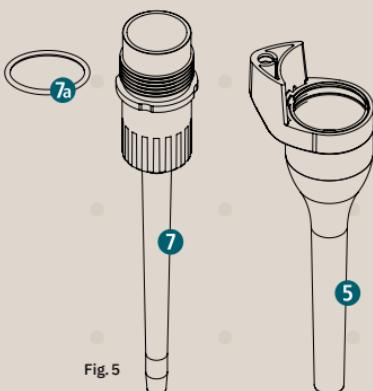

Fig. 5
- Togliere l'O-ring **7a**, la molla **8** e il pistone **9** (Fig. 5).
- Togliere l'anello di supporto **11** (solo per modelli da 100  $\mu\text{l}$ , 200  $\mu\text{l}$  e 1000  $\mu\text{l}$ ) (Fig. 5).